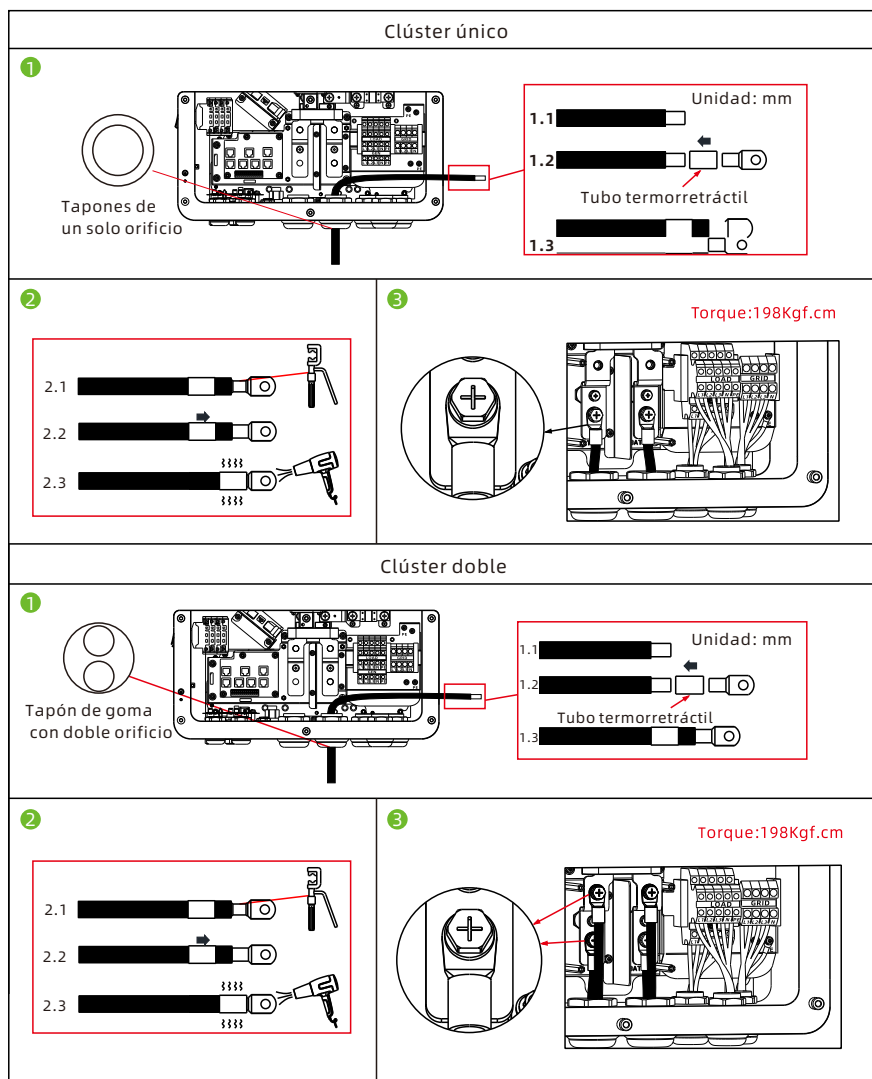

Fig 6.14 Esquema paso a paso del cableado de los bornes de la batería
3. Conecte el terminal de crimpado del cable de la batería al terminal de entrada de la batería y fíjelo con tornillos M8, como se muestra en la Fig. 6.14.